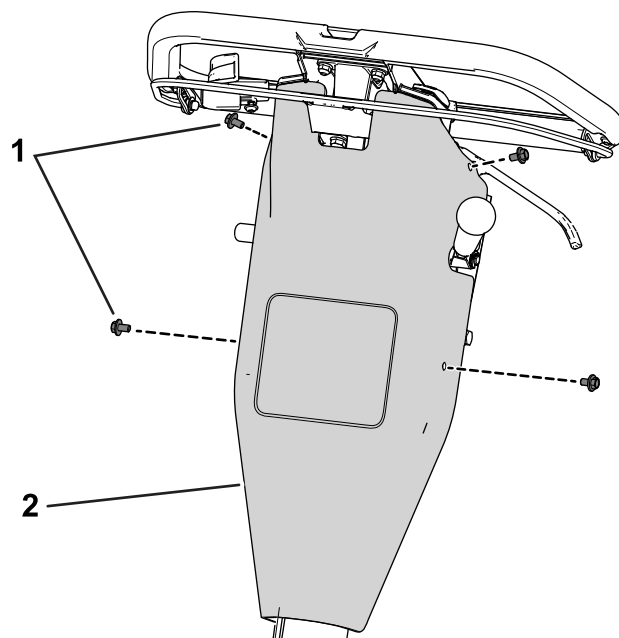

Figura 2
2. Retire a cobertura de controlo retirando os parafusos que fixam a cobertura de controlo ao painel posterior (Figura 2).